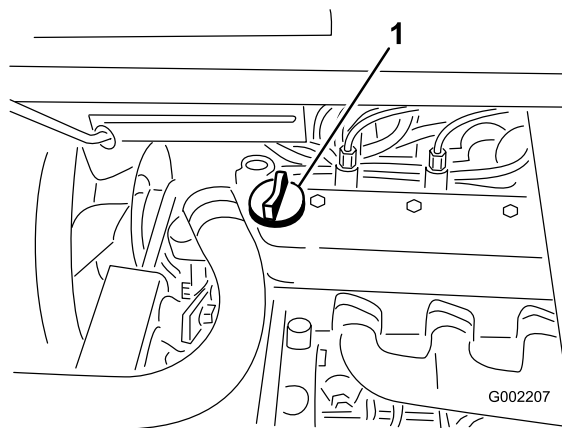

Рисунок 41
3. Если уровень масла низкий, снимите крышку заливной горловины с крышки клапана (**Рисунок 41**) и залейте масло в отверстие, пока его уровень не достигнет отметки Full (Полный) на щупе; см. правильный тип и вязкость масла в разделе «Техническое обслуживание моторного масла». Медленно заливайте масло и во время этого процесса часто проверяйте уровень. Не допускайте переполнения.